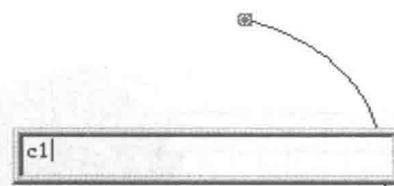

图 1-11 曲线切法线方式
① 选择菜单“工具”→“坐标系”→“创建坐标系”命令，在立即菜单中选择“曲线切法线”方式。
② 拾取曲线。
③ 拾取曲线上一点为坐标原点。
④ 弹出输入框，在此输入坐标系名称，如图1-11所示，按回车键确定。